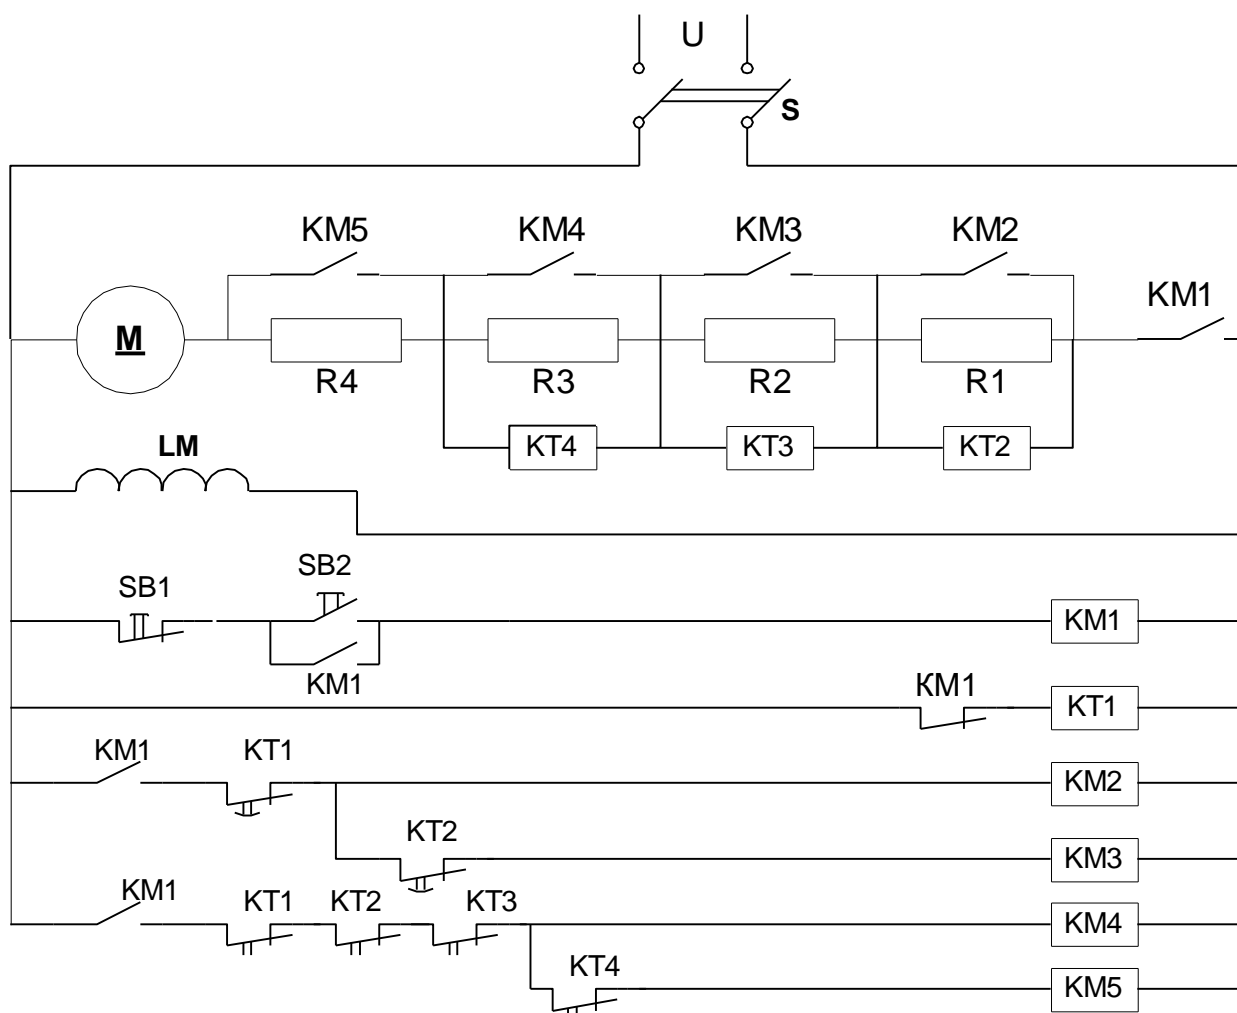

Рисунок 3.2 – Схема пуску і розгону двигуна у функції часу
6. Далі розглянемо схему пуску двигуна з реостатом на 4 ступені і розгоном у функції часу (рисунок 3.2).